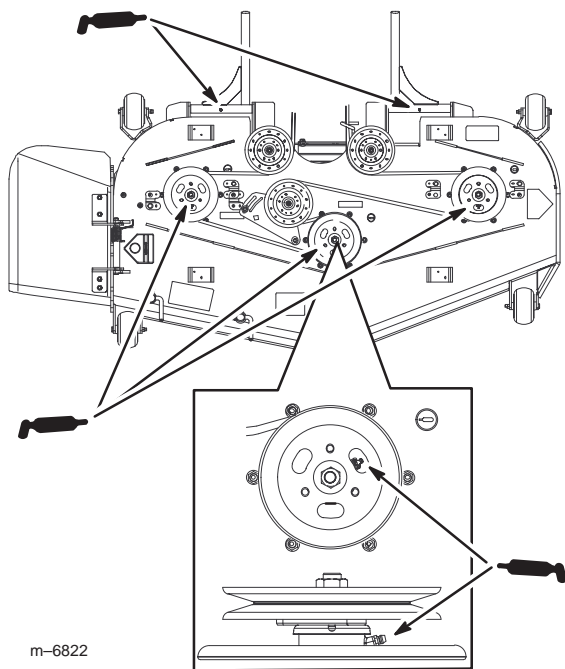

Figure 44
3. Lubrifiez les roulements des trois axes sous la poulie jusqu'à ce que la graisse sorte par les joints inférieurs (Fig. 44).
4. Lubrifiez les graisseurs des bras de poussée (Fig. 44).